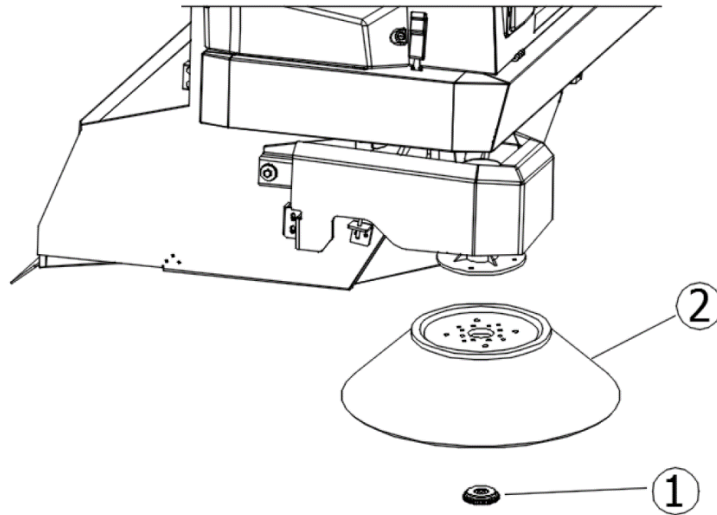

Figura 47
- Svitare la ghiera **Part. 1 Figura 47** per staccare la spazzola laterale **Part. 2 Figura 47** dalla flangia in plastica